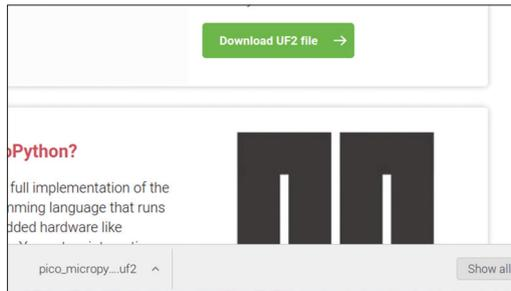

Bild 2.4: Herunterladen der UF2-Datei.
- Klicken Sie auf die Registerkarte **Getting started with MicroPython** und klicken Sie auf **Download UF2 file**, um die **MicroPython**-Firmware herunterzuladen. Sie sollten die heruntergeladene Datei am unteren Rand des Bildschirms sehen. Dies dauert nur ein paar Sekunden (Bild 2.4).